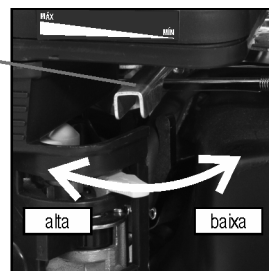

Fig. 20 – Alavanca do acelerador
- Movimente a alavanca do acelerador cerca de 1/3 para a posição alta (MÁX.) (fig. 20).
- j. Após ligar o motor, mova a alavanca do acelerador para a posição alta (MÁX.) (fig. 20) para iniciar a sucção da água. A vazão da água é controlada através da rotação do motor. Para aumentar a vazão, coloque a alavanca do acelerador para a posição alta (MÁX.) e, para diminuir a vazão, coloque a alavanca do acelerador para a posição baixa (MÍN.).